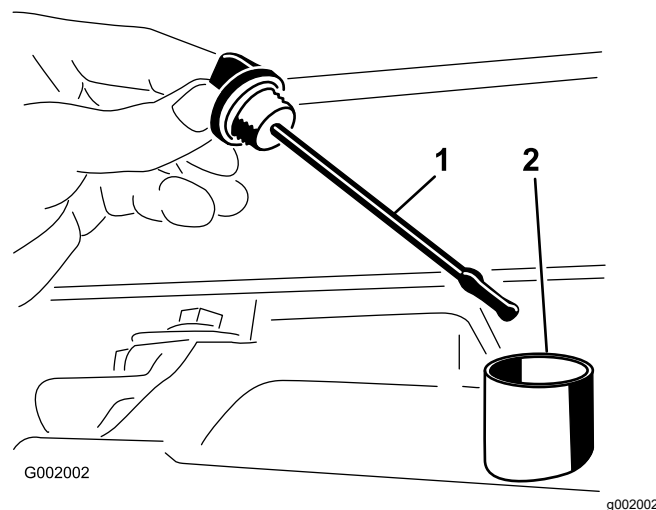

Figure 52
2. Retirez la jauge de la boîte-pont et essuyez-la sur un chiffon propre (Figure 52).